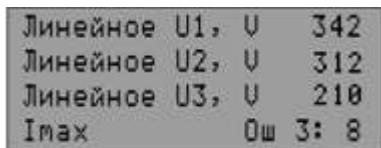

Рисунок 5.16 – Индикатор УБЗ-304 в состоянии Просмотр измеряемых и вычисляемых параметров (при наличии аварии)
- в четвертой строке индикатора появляется сообщение об аварии (рис. 5.16) (код аварии соответствует таблице 5.13);